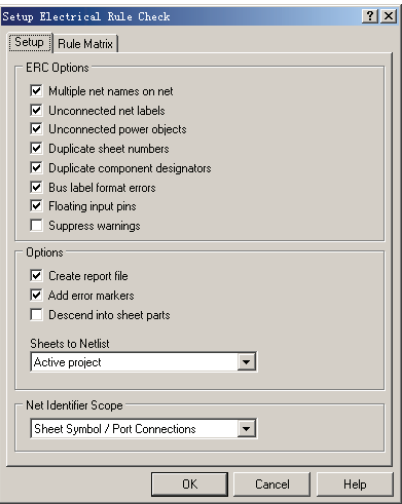

图 3-98 “Setup” 选项卡
若要进行电气规则检查，可以选择“Tools”→“ERC”命令打开如图 3-98 所示的“Setup Electrical Rule Check（设置电气规则）”对话框，该对话框包括“Setup”和“Rule Matrix”两个选项卡。该对话框主要用于设置电气规则的选项、范围和参数，然后执行检查。
1) “Setup”选项卡如图 3-98 所示，其各选项含义如下。
- 2) 执行该命令后，将会出现如图 3-98 所示的“Setup Electrical Rule Check”对话框，用户可以设置有关电气规则检查的选项。